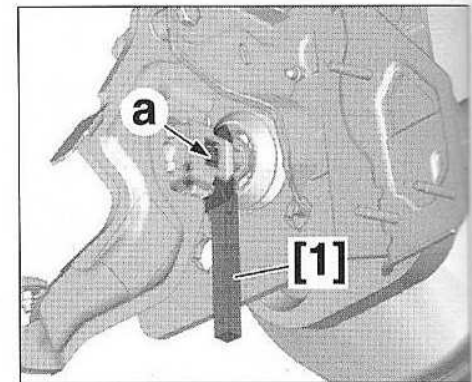

FIG. 20
- Dégrafer la tige de commande d'embrayage (8) de la pédale d'embrayage (9).
- A l'aide de l'outil [1], écarter les languettes en (a) (Fig. 20).